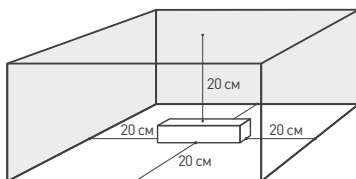

Рис. 1. Свободное пространство вокруг источника.
- 4.2. Для естественной вентиляции обеспечьте не менее 20 см свободного пространства вокруг источника питания, как изображено на Рис. 1.